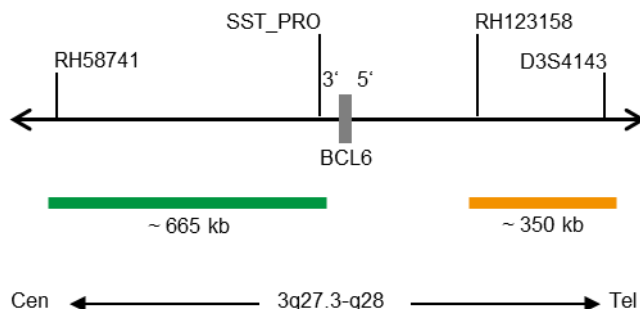

Abb. 1: SPEC BCL6 Sondenlokalisation (nicht maßstabsgetreu)
- ZyGreen (Anregung 503 nm/Emission 528 nm) markierten Polynukleotiden (~10 ng/μl), die gegen Sequenzen in 3q27.3* (chr3:186,737,897-187,403,834) gerichtet sind, welche proximal zur BCL6-Bruchpunktregion lokalisiert sind (siehe Abb. 1).
- ZyOrange (Anregung 547 nm/Emission 572 nm) markierten Polynukleotiden (~4,5 ng/μl), die gegen Sequenzen in 3q27.3-q28* (chr3:187,744,962-188,097,195) gerichtet sind, welche distal zur BCL6-Bruchpunktregion lokalisiert sind (siehe Abb. 1).